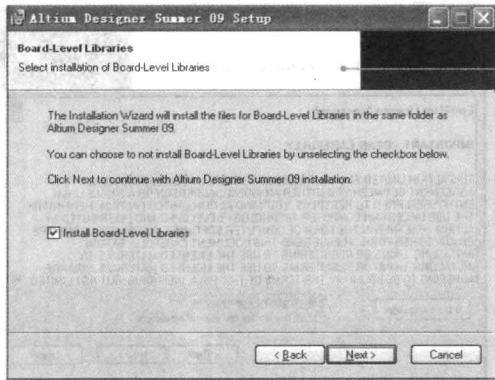

图 1-5 选择安装 Board-Level Libraries
5) 选择安装路径后，单击 **Next >** 按钮，系统弹出如图 1-5 所示的界面，供用户选择是否安装 Board - Level Libraries (板级设计集成库)。